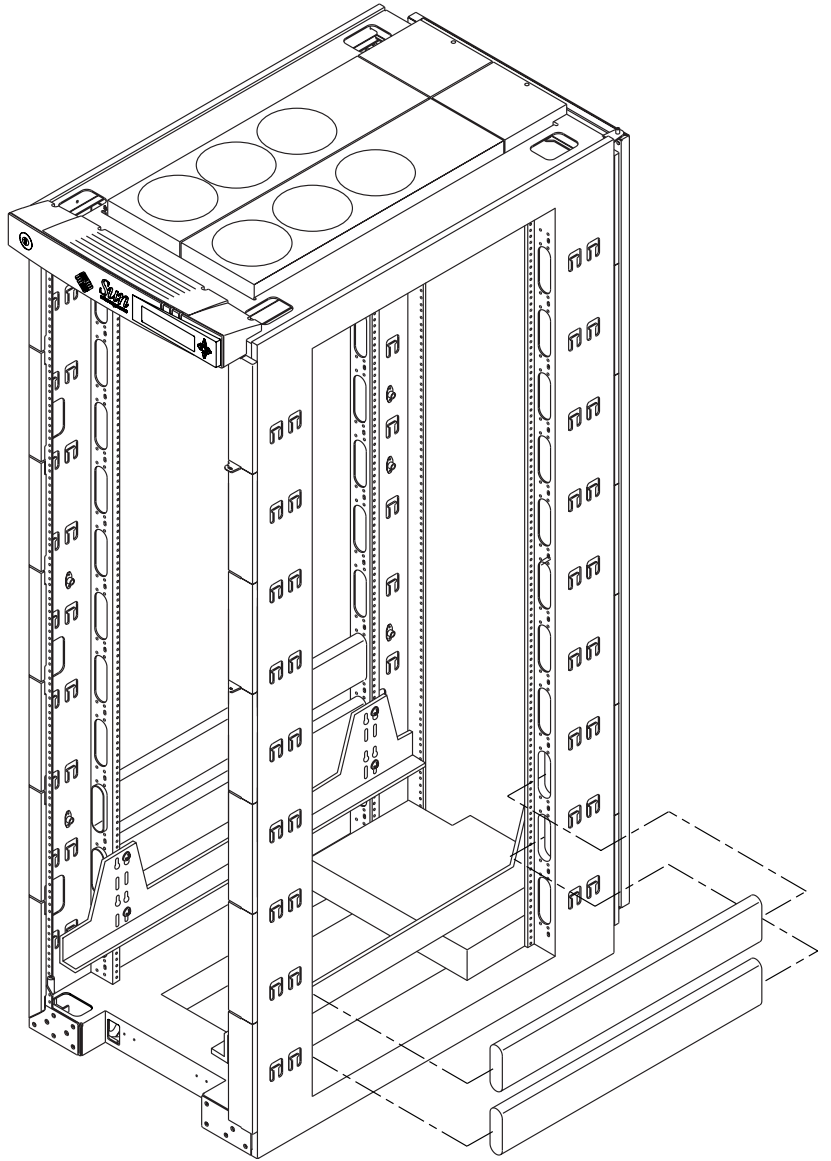

图 3-3 电缆管道的安装
2. 沿一定角度将管道插入机柜中，并且使其插入机柜后端已安装的套管中（图 3-3）。